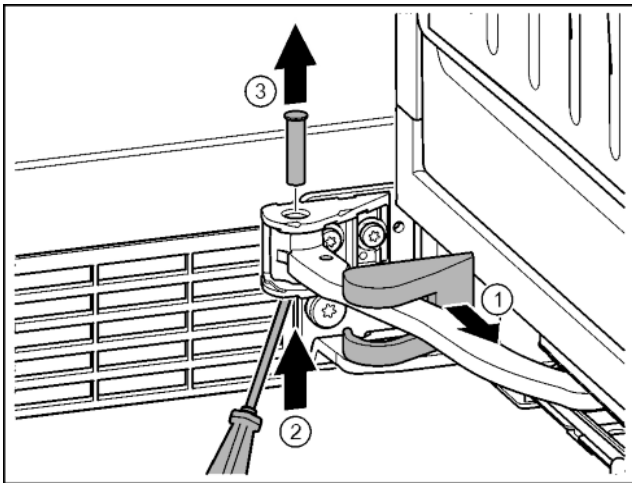

Fig. 19
► Изтеглете капака на лагерната стойка и го преместете по продължение на шарнира. Fig. 19 (1)
► С пръст или отвертка повдигнете болта отдолу. Fig. 19 (2)
► Вкарайте отвертка под главата на болта и го извадете. Fig. 19 (3)